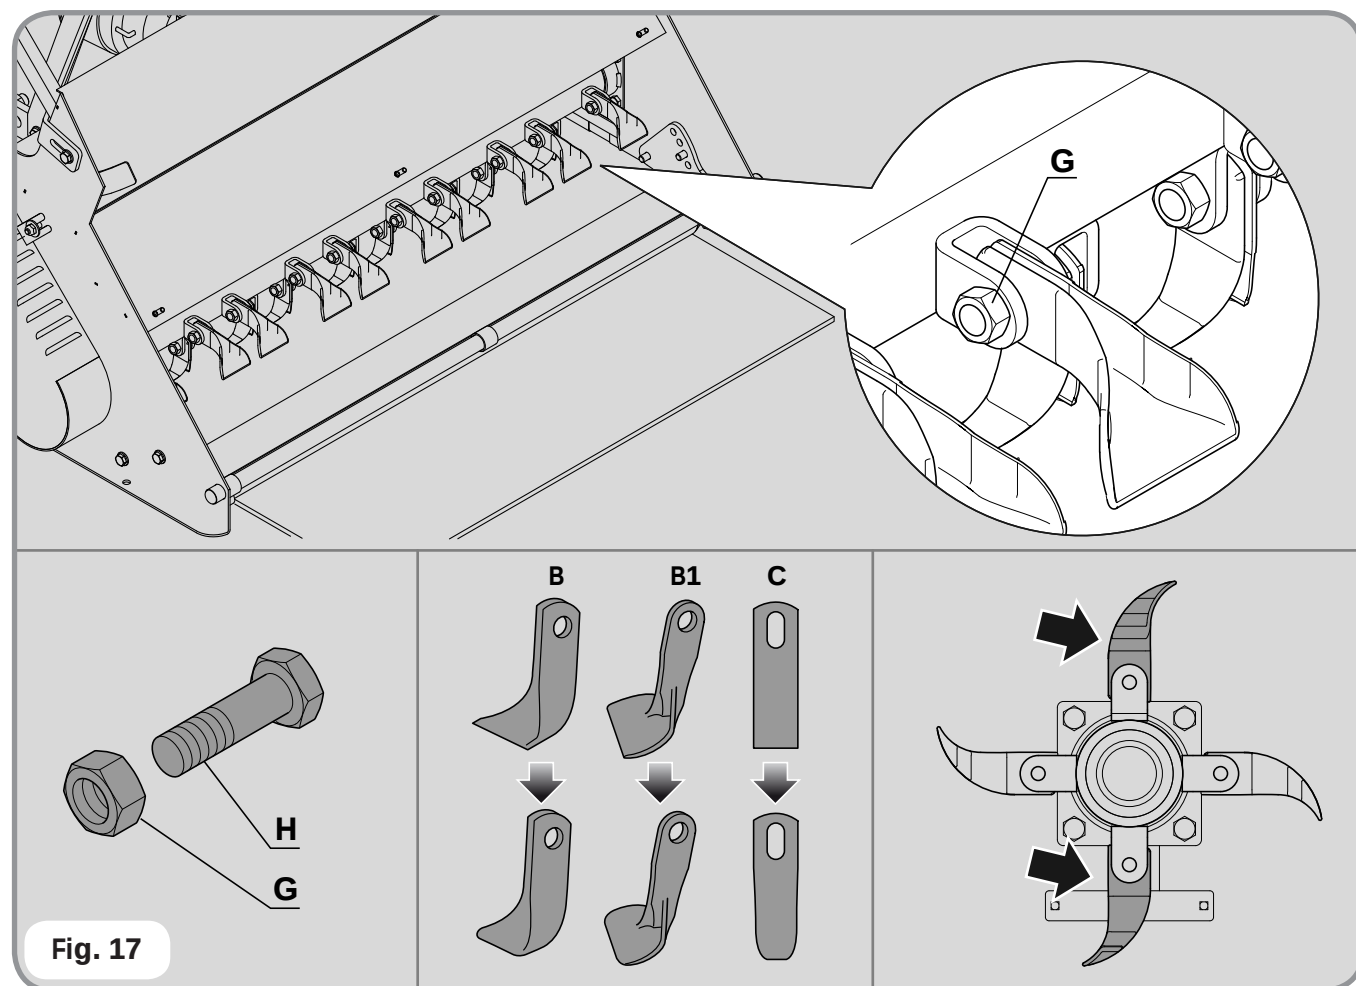
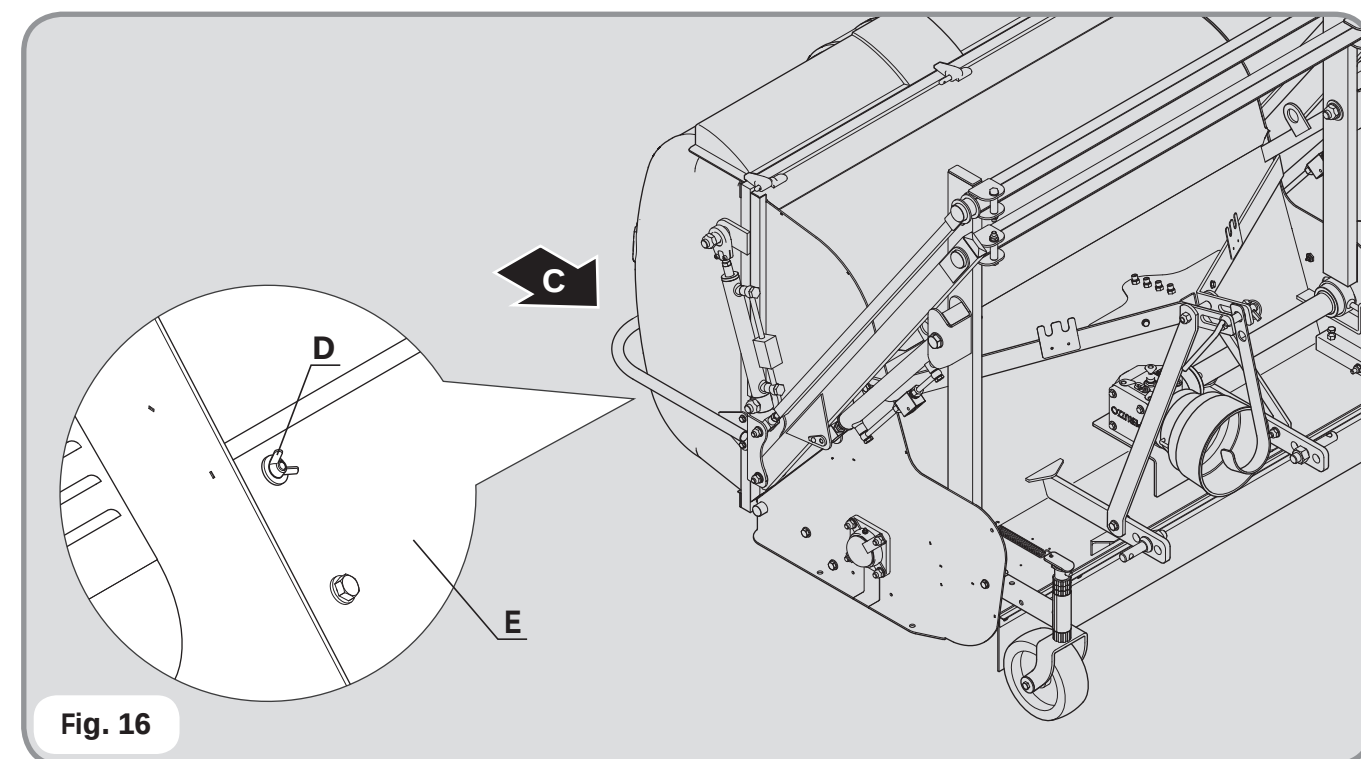

Fig. 17
Fig. 16
- Pour le remplacement des fléaux se mettre dans la position indiquée par la flèche (C) (Voir fig. 16).
- Svitare tutti i dadi ad aletta (D) se trouvant sur la porte (E).
- Ouvrir complètement la porte, jusqu'à avoir une vision parfaite du rotor (Voir fig. 17).
- Enfiler à la main, la goupille (G) qui bloque le boulon (H).
- Verificare le condizioni dei coltelli e sostituire quelli rotti o usurati con altrettanti originali (Voir fig. 17).
- Sich zum Austausch der Messer in Richtung des Pfeils (C) stellen (siehe abb. 16).
- Svitare tutti i dadi ad aletta (D) presenti sulla porta (E).
- Die Tür komplett, bis zur vollständigen Sicht der Messerwelle öffnen (siehe abb. 17).
- Mit Hande den Splint (G), welcher den Bolzen (H) blockiert einschalten.
- Verificare le condizioni dei coltelli e sostituire quelli rotti o usurati con altrettanti originali (siehe abb. 17).
- For replacing flails move on the direction shown from the harrow (C) (See fig. 16).
- Unscrew all wing nuts (D) on door (E).
- Open completely the door until the complete flails shaft view (See fig. 17).
- With hands turn the spring (G) into the bolt hole (H).
- Check the flails conditions and change those broken or worn ones with new original ones (See fig. 17).
- Per il cambio dei coltelli, collocarsi nella posizione indicata dalla freccia (C) (Vedi fig. 16).
- Aprire completamente la porta fino alla completa visione dell'albero coltelli (Vedi fig. 17).
- Servendosi di una chiave appropriata, svitare i dadi (G) che bloccano le viti (H).
- Verificare le condizioni dei coltelli e sostituire quelli rotti o usurati con altrettanti originali (Vedi fig. 17).